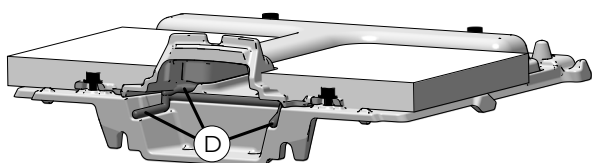

Fig. 7.12
7	Verser le nouveau ciment (D) dans la rainure (Fig. 7.12)